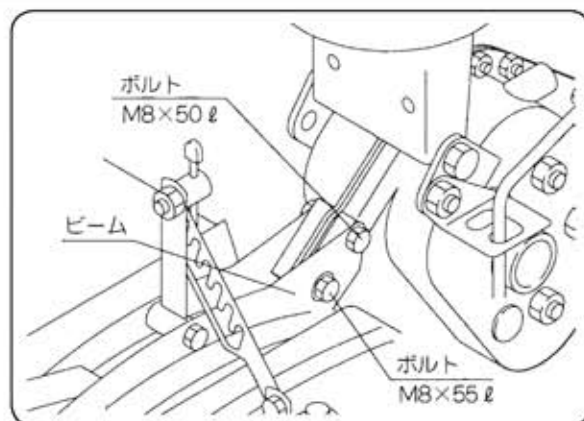

図51
- ① ビーム取付ボルト2本 (M8×50ℓ、M8×55ℓ 各1本) のナットを緩めてください。(図51)